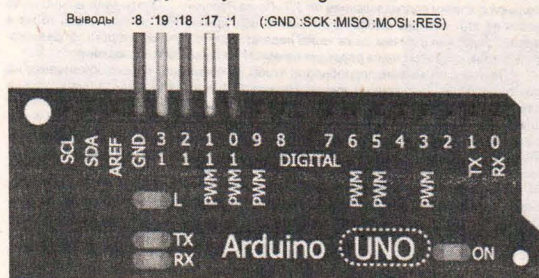

Рис. 2
3) Собрать схему, приведенную на рис. 2. Вместо пучка проводов можно изготовить кабель-переходник со штыревы-